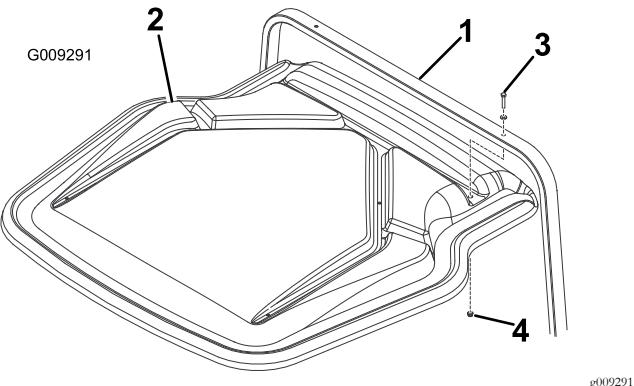

Figure 7
- A. Si la machine n'est pas équipée d'un système ROPS, fixez l'abri au tube de support arrière à l'aide de 2 vis (5/16" x 2"), 2 rondelles (5/16") et 2 écrous à embase (5/16"), comme montré à la Figure 7.